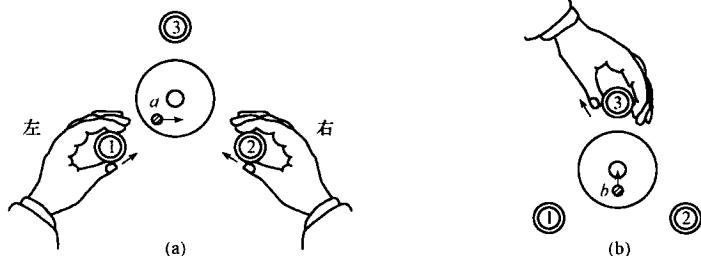

图 1-1
- (1)指导教师讲解水准仪的构造及操作方法。
转动脚螺旋使气泡居中的操作规律是:气泡需要向哪个方向移动,左手拇指就向哪个方向转动脚螺旋。如图 1-1(a)所示,气泡偏离在 *a* 的位置,首先按箭头所指的方向同时转动脚螺旋①和②,使气泡移到 *b* 的位置,如图 1-1(b)所示,再按箭头所指方向转动脚螺旋③,使气泡居中。